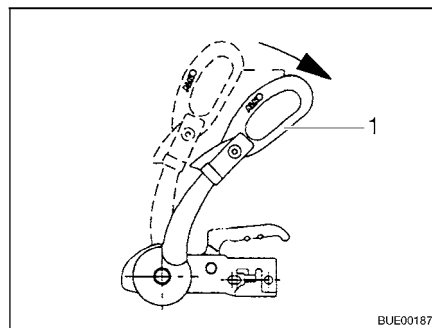

Bild 195 Stabiliseringshandtag
- Öppna stabiliseringshandtaget (Bild 195,1).